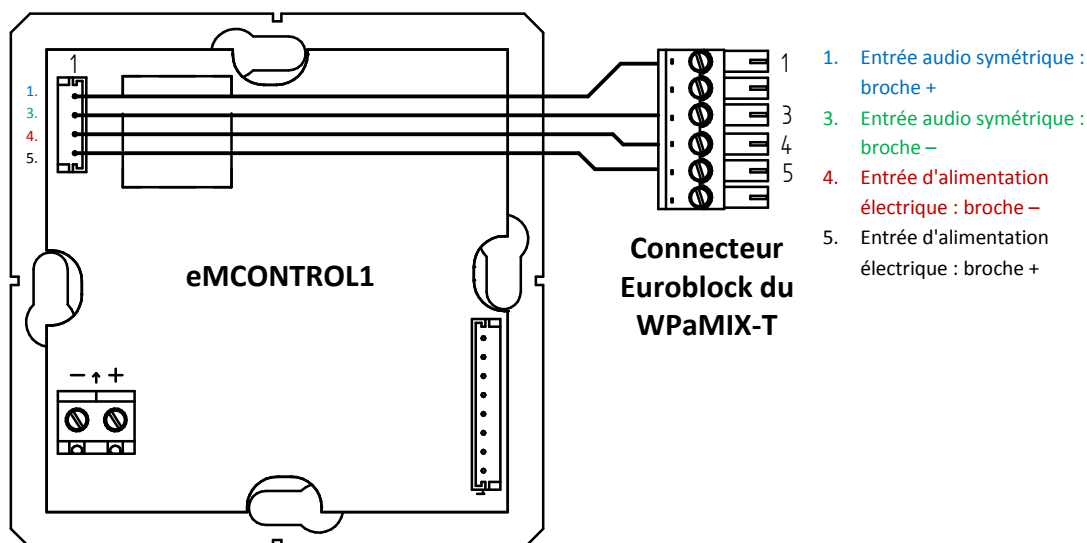

Figure 1 : schéma de raccordement eMCONTROL1 + WPaMIX-T
4. Reliez les deux appareils eMCONTROL1 et WPaMIX-T avec le câble fourni. Voir Figure 1.